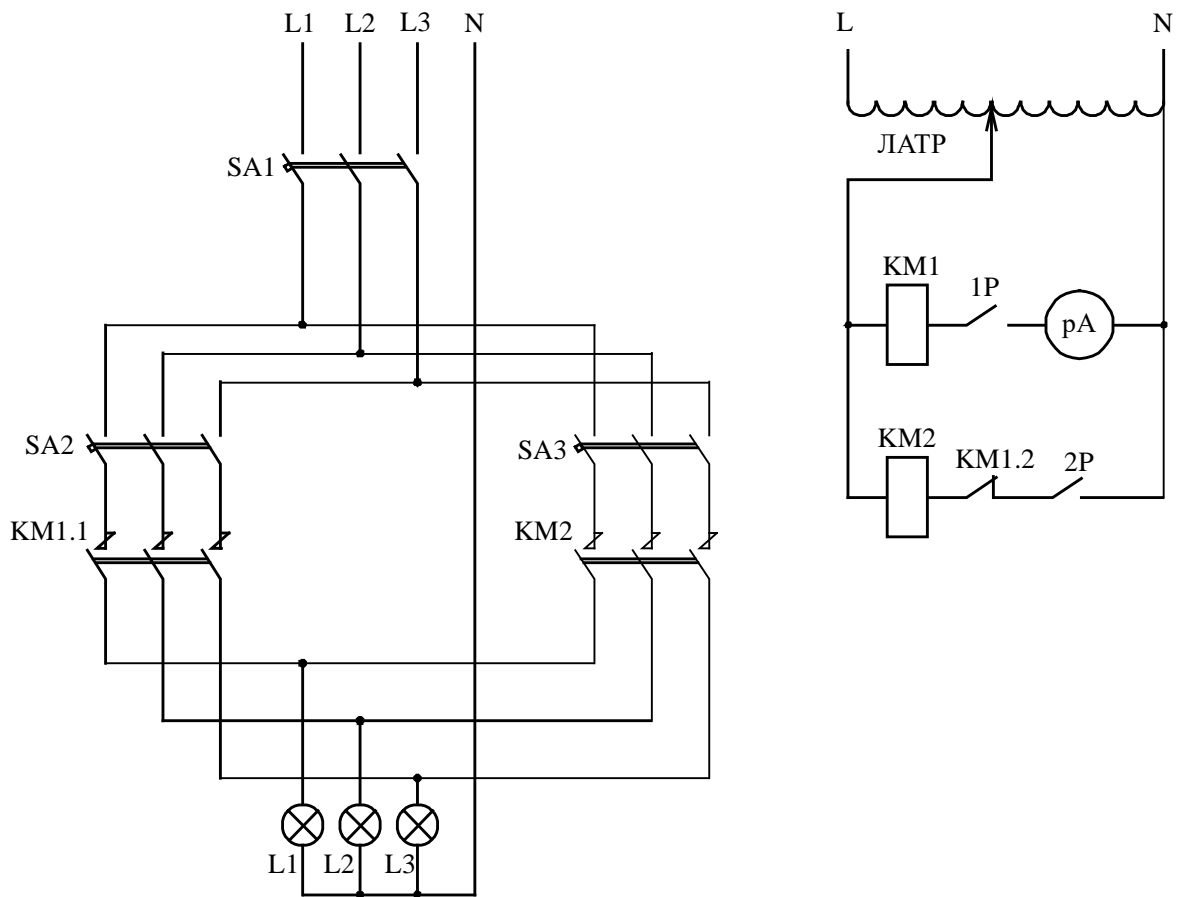

Рис. 13. Схема подключения АВР.
3. Собрать схему (рис. 13). Проверить правильность срабатывания электромагнитных пускателей.